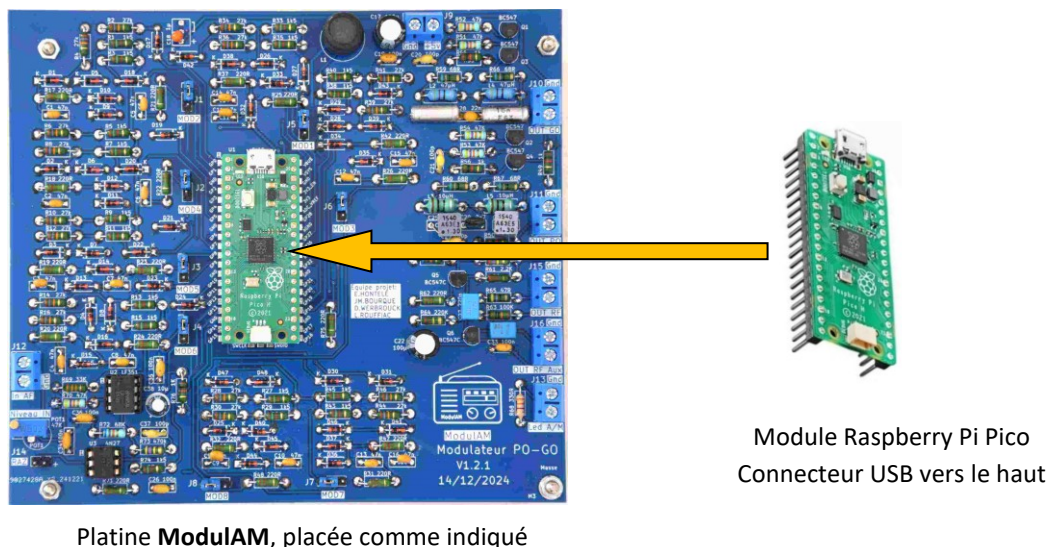

Figure III-2 : placement du module Raspberry Pi Pico 2 sur la platine **ModulAM**
- ✓ Placer le module Raspberry Pi Pico sur le support situé sur la carte principale du **ModulAM**, en prenant soit de respecter le sens de montage, comme l'indique la figure III-2.